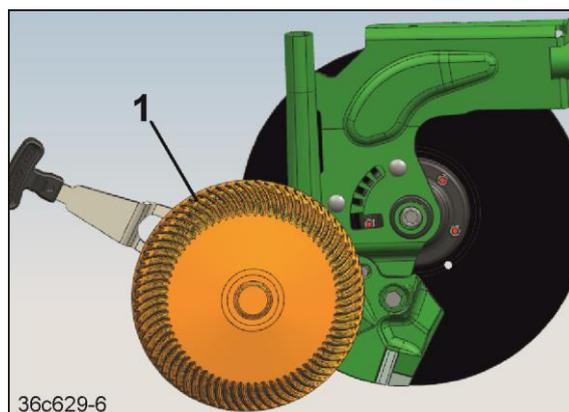

Fig. 484
1. Tiefenführungsscheibe/rolle (Fig. 484/1) entfernen.